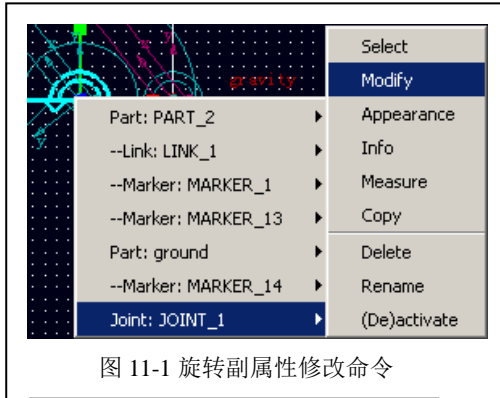

图 11-1 旋转副属性修改命令
11.1 对原动件 BC 的旋转副 JOINT\_1 进行运动分析和力分析。在 ADAMS/View 工作窗口中用鼠标右键点击原动件 BC 的旋转副 JOINT\_1，选择 **Modify** 命令，如图 11-1 所示，在弹出的修改